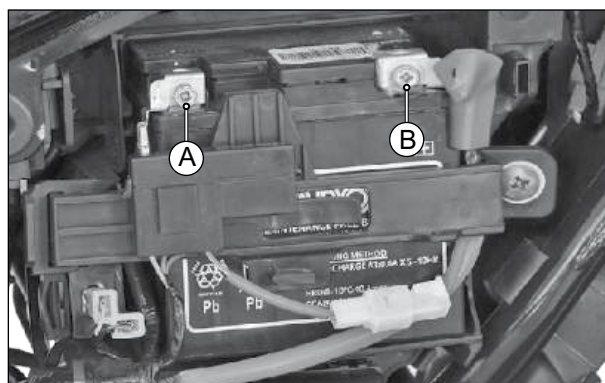

Fig. 5.86
- Desconecte primeiro o terminal negativo (A) da bateria e depois o terminal positivo (B). (Fig. 5.86)